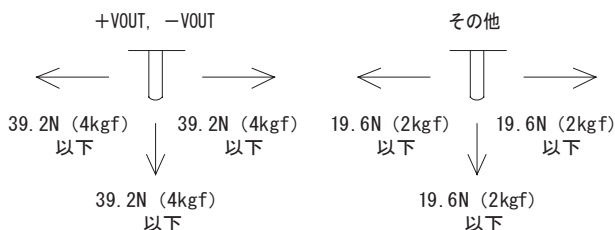

図6.1 ピンへのストレス
- ピンに必要以上のストレスを加えると内部接続を断線させることがあります。各端子へのストレスは、図6.1に示すストレス以下にしてください。